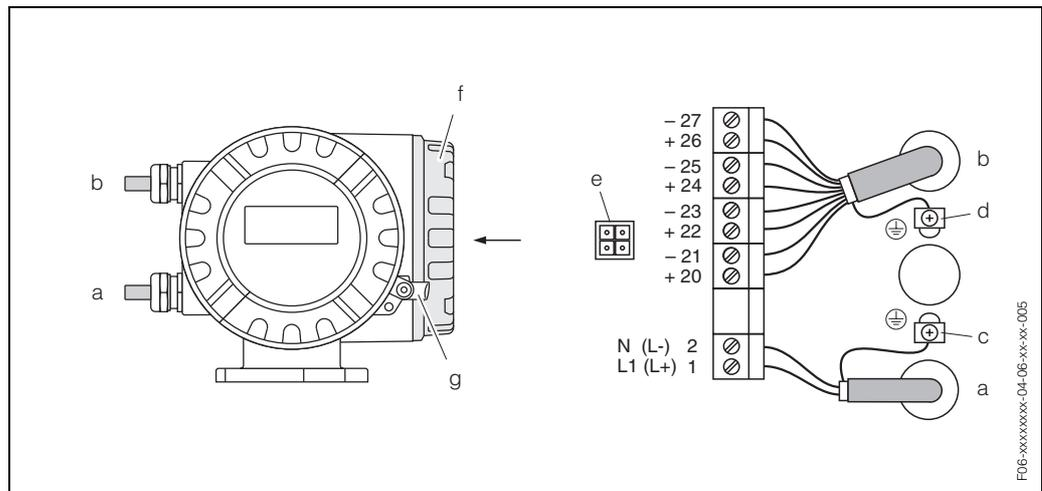

Abb. 32: Anschließen des Messumformers (Aluminium-Feldgehäuse). Leitungsquerschnitt: max. 2,5 mm²
- Anschlussplan (Aluminiumgehäuse) → Abb. 32